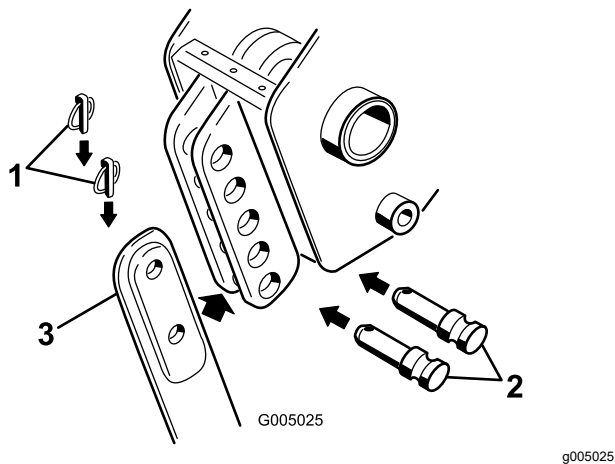

Figura 5
**Nota:** Para retirar totalmente la cuchilla, retire el pasador de seguridad inferior y superior y los pasadores de horquilla; consulte la Figura 5.
4. Retire los 2 pasadores de seguridad de los pasadores de horquilla en el soporte de la cuchilla y, a continuación, retire los pasadores de horquilla (Figura 5) y la cuchilla existente (si está instalada).
5. Coloque la cuchilla nueva en su soporte y fíjela a la profundidad deseada (cada cambio de taladro de montaje varía la profundidad en 7,6 cm), con los pasadores de horquilla y los pasadores de seguridad que retiró anteriormente (Figura 5).